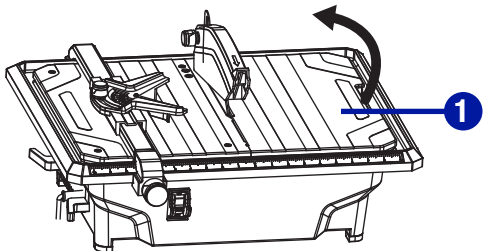

Fig. 17
**INSTALLATION DU DISQUE DE COUPE (Fig. 17 et 19)**
- Soulevez le guide de coupe vertical à 45° (1) à un angle d'environ 45° et retirez-le. (Fig. 17)